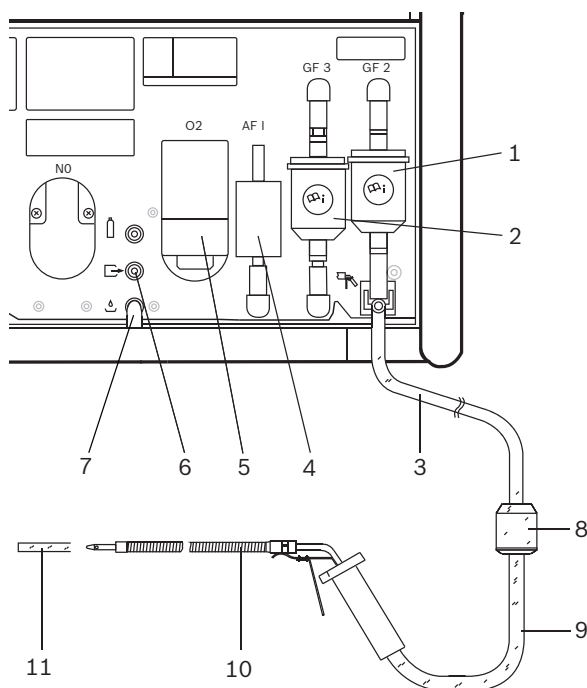

Fig. 3: BEA 060
- Trocar o filtro grosseiro GF1 (fig. 3, pos. 8) na mangueira de saída.
- Trocar o filtro grosseiro GF2 (fig. 3, pos. 1), ver capítulo 5.4.4.
- Verificar se as duas mangueiras em PVC estão conectadas às saídas de gás (fig. 3, pos. 6 e 7).
- Controle visual da sonda de saída (fig. 3, pos. 10).
- Troca do filtro de carvão ativo (fig. 3, pos. 4) na via de gás zero.